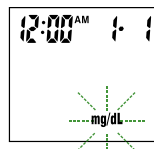
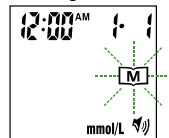

Figura 14
Figura 15
Consulte la figura 14. Mantenga presionado el botón "M" durante (4) segundos hasta que la unidad de medida que desea seleccionar aparezca en la pantalla. Presione el botón "SET" y el segmento de la memoria comenzará a parpadear. Consulte la figura 15. Para omitir este paso, presione el botón "SET".